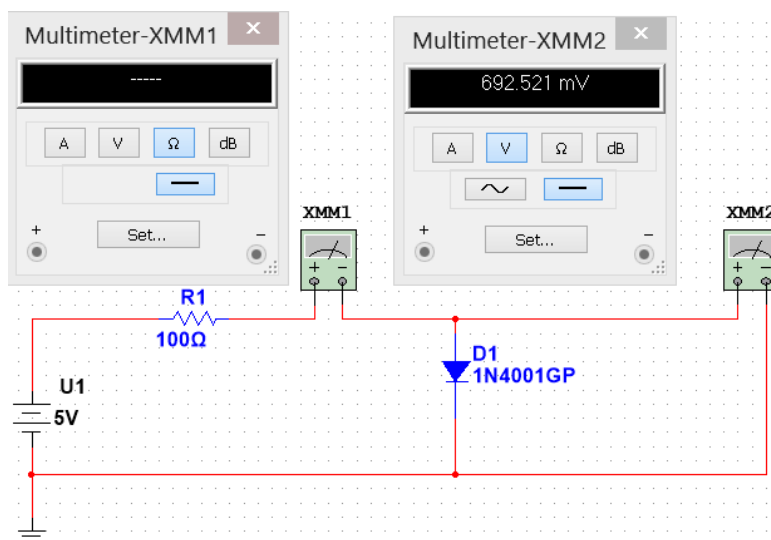

Рисунок 6.3
Набагато швидше можна виконати цю роботу, якщо це зробити одразу двома приладами: вольтметром і амперметром. Тоді, включивши їх за схемою, як показано на рис. 6.3, можна відразу виміряти струм і напругу.
3.1 Пряма гілка ВАХ: зберіть схему, наведену на рис. 6.3, потім послідовно встановлюючи значення джерела живлення рівним $5 \cdot N$ В, $4 \cdot N$ В, $3 \cdot N$ В, $2 \cdot N$ В, N В, 0 В, де N – номер варіанту. Запишіть значення напруги $U_{\text{пр}}$ і струму $I_{\text{пр}}$ діода в таблицю.